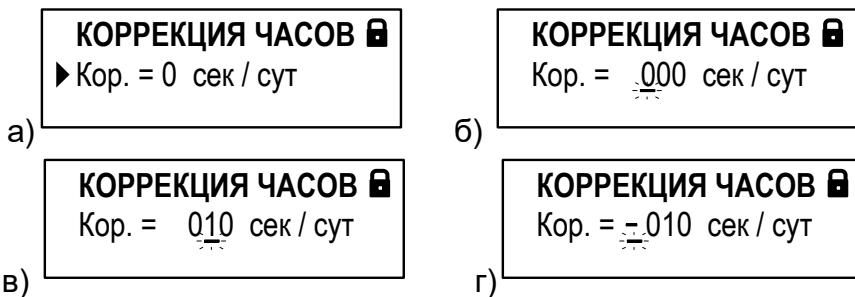

Рис.9. Вид окна индикации при вводе значения параметра поразрядно.
6.2.5.1. В соответствующем меню кнопками , выбрать нужный параметр, установив курсор слева от обозначения этого параметра (рис.9.а), и нажать кнопку . При этом появляется индикация курсора под старшим разрядом индицируемого числа (рис.9.б).
6.2.5.2. Кнопками , установить курсор под редактируемым значением разряда числа, а кнопками , установить требуемое значение для выбранного разряда (рис.9.в).
6.2.5.3. Чтобы установить перед числовым значением знак «минус», необходимо с помощью кнопки установить курсор в позицию перед старшим разрядом числа и нажать кнопку или (рис.9.г).